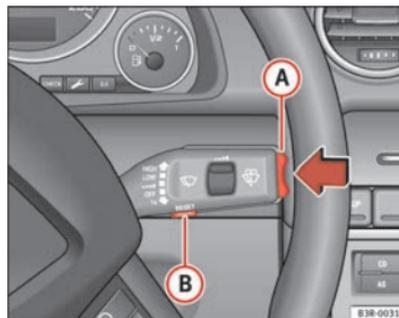

Fig. 58 Leva dei tergicristalli: Selettore
- Per modificare il valore memorizzato, premere la parte superiore o inferiore del selettore situato sulla leva del tergicristallo (A) ⇒ pag. 86, fig. 58). Il valore aumenta o diminuisce in ragione di 10 km/h alla volta.
- Premere il tasto Reset sulla leva del tergicristallo (B) ⇒ pag. 86, fig. 58) finché sul display non compare il simbolo di avvertimento sbarrato della soglia di avvertimento 2.